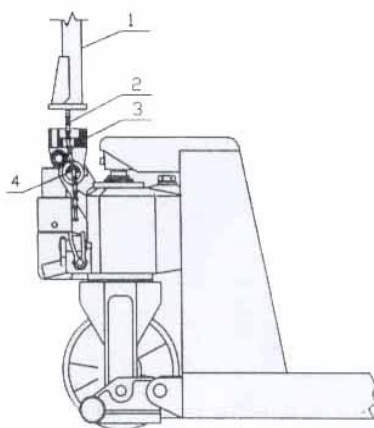
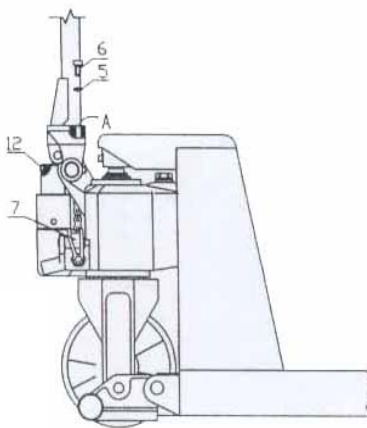

Fig. 1
Fig. 2
1. Coloque el mango (pos. 1 fig. 1) en posición vertical, y pasar la cadena (pos. 2 fig. 1) a través de la cremallera (pos. 3 fig. 1) y del eje de unión del mango (pos. 4 fig. 7).
2. Colocar la arandela de muelle (pos. 5 fig. 2) bajo el tornillo de cabeza hueca (pos. 6 fig. 2). Empujar el tornillo de cabeza hueca (pos. 6 fig. 2) dentro de los tres agujeros con forma de A mediante una llave y apriételo de tal modo que el mango (pos. 1 fig. 1) y la cremallera (pos. 3 fig. 1) queden unidos.